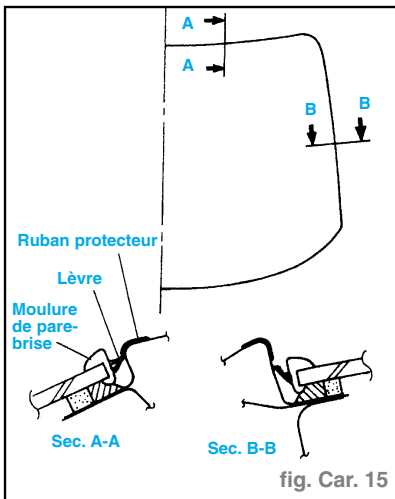

fig. Car. 15
- Couper la lèvre de la moulure de pare-brise à l'aide d'un couteau universel. (fig. Car. 15)